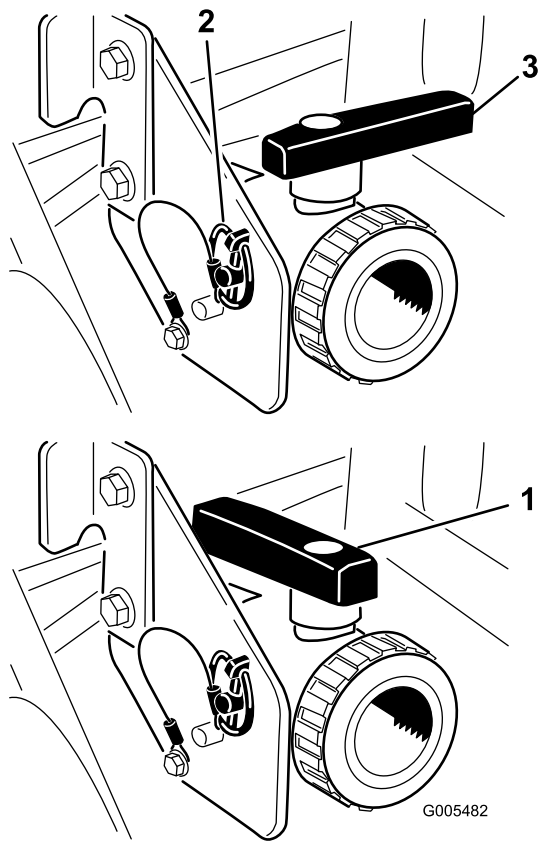

Bild 28
Öffnen Sie das Ventil, sodass nicht verwendete Materialien vom Tank ablaufen können und entsorgen Sie diese gemäß der lokalen Vorschriften und der Vorschriften des Herstellers (Bild 28). Nehmen Sie nach dem Ablassen den Klappstecker von der Halterung ab, mit der das Ablassventil an der Maschine befestigt ist, und legen Sie das Ventil auf den Boden. Dann kann Restmaterial in der Leitung ablaufen.
3. Wenn der Tank ganz geleert ist, setzen Sie das Ventil mit dem vorher abgenommenen Klappstecker im Rahmen ein und schließen Sie das Ablassventil (Bild 28).